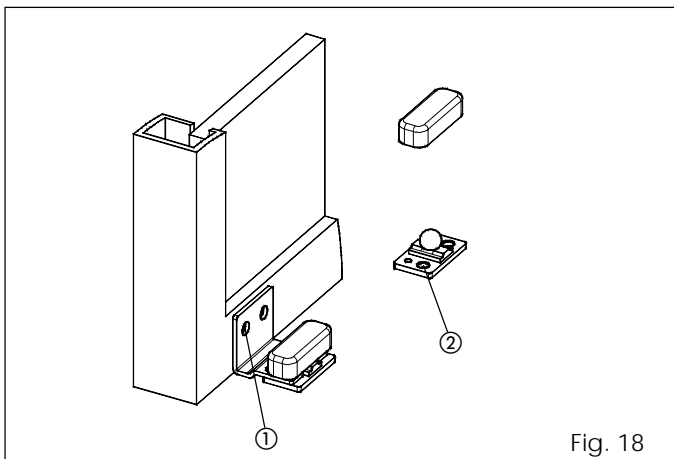

Fig. 18
- Zet de glij schoenen vast zoals op fig. 18 ref. ①.